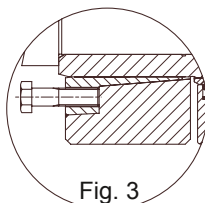

Fig. 3
- Caso os anéis da junta não se separem espontaneamente depois que os parafusos tenham sido desapertados, transferir alguns (2 parafusos a 180° - 4 parafusos a 90°) nos furos de extração do anel interno (ver a fig. 3).